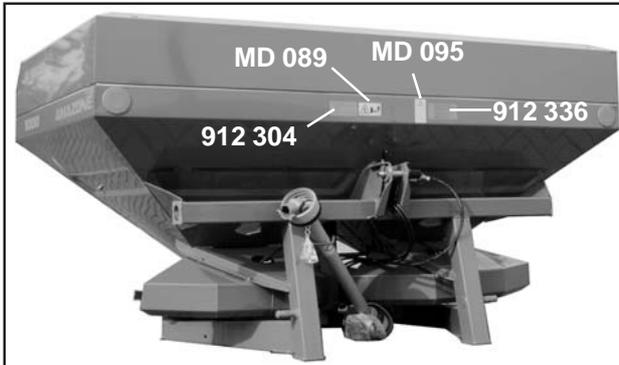

Fig. 2.1
- Les Fig. 2.1, 2.2 et 2.3 montrent les emplacements de fixation des pictogrammes et des panneaux de signalisation dont la signification est expliquée dans les pages suivantes.